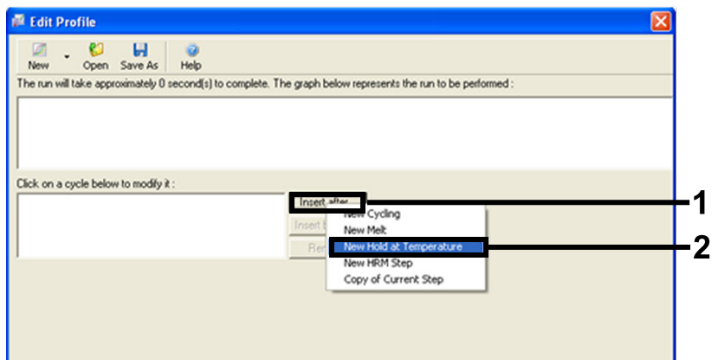

Figura 4. Aggiunta di una fase di incubazione iniziale.
6. Fare clic su Insert after (Inserisci dopo), quindi selezionare New Hold at Temperature (Nuova sospensione alla temperatura) (Figura 4).